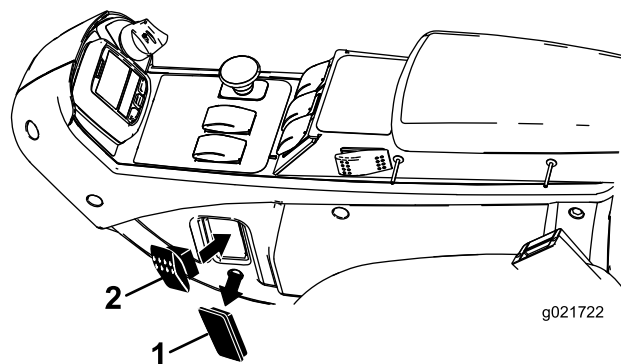

Figura 13
- Agendo dall'interno del pannello interruttori del braccio di comando spingete il tappo fuori dal foro presente sul lato del quadro di comando (Figura 13).
- Premete l'interruttore nel foro di montaggio del quadro di comando (Figura 13).